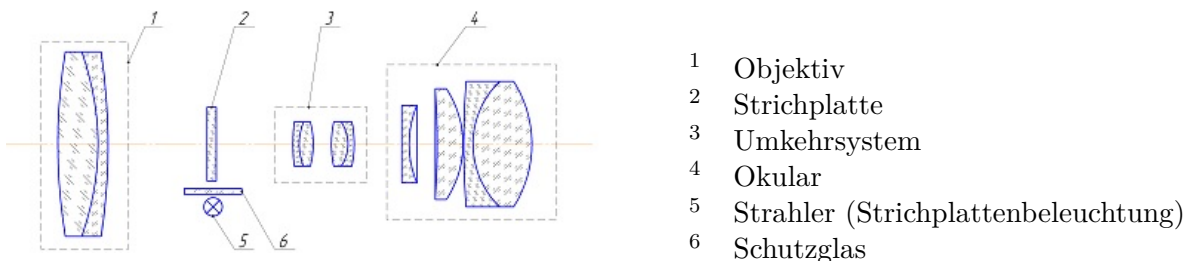

Abbildung 2: Optisches Schema
Das optische Schema des Visiers (Abbildung 2) ist ein monokulares Teleskopsystem mit variabler Vergrößerung und besteht aus Objektiv (1), Absehen (2), Umkehrsystem (3),
Das Okular (4) (Bild 2) ist für die Betrachtung des Zielbildes vorgesehen.